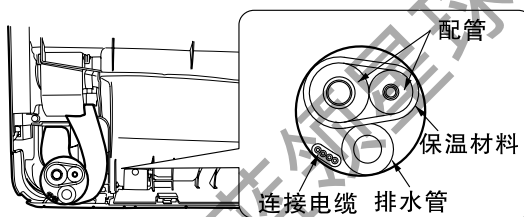
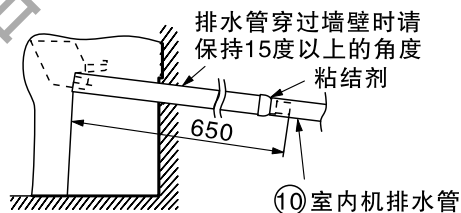

图13
图14
- (3) 如图13所示，将配管整形到位后与排水管、室内外连接电缆一起用胶带固定
- 如图14，排水管穿过墙壁时应向下留出15度以上的角度，以确保室内机排水通畅，不会中途停滞。
- 当室内配管从左、右引出和向后引出时，请务必将排水管放在室内配管以下，如图13。
- 可使用附件⑩室内机排水管，将排水管与室内机出水管相接。（若需加长排水管，请选用内径 $\varnothing 15.5$ 的排水管）
- 为了防止排水管接口处泄漏，请在接口处使用粘结剂，见图14。